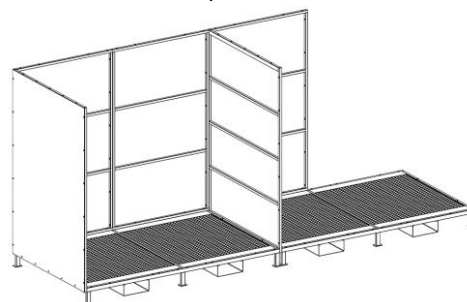

рис. 3
5.3. Через боковую стенку при помощи длинных болтов закрепить основание и заднюю стенку правой части хранилища (рис. 3).